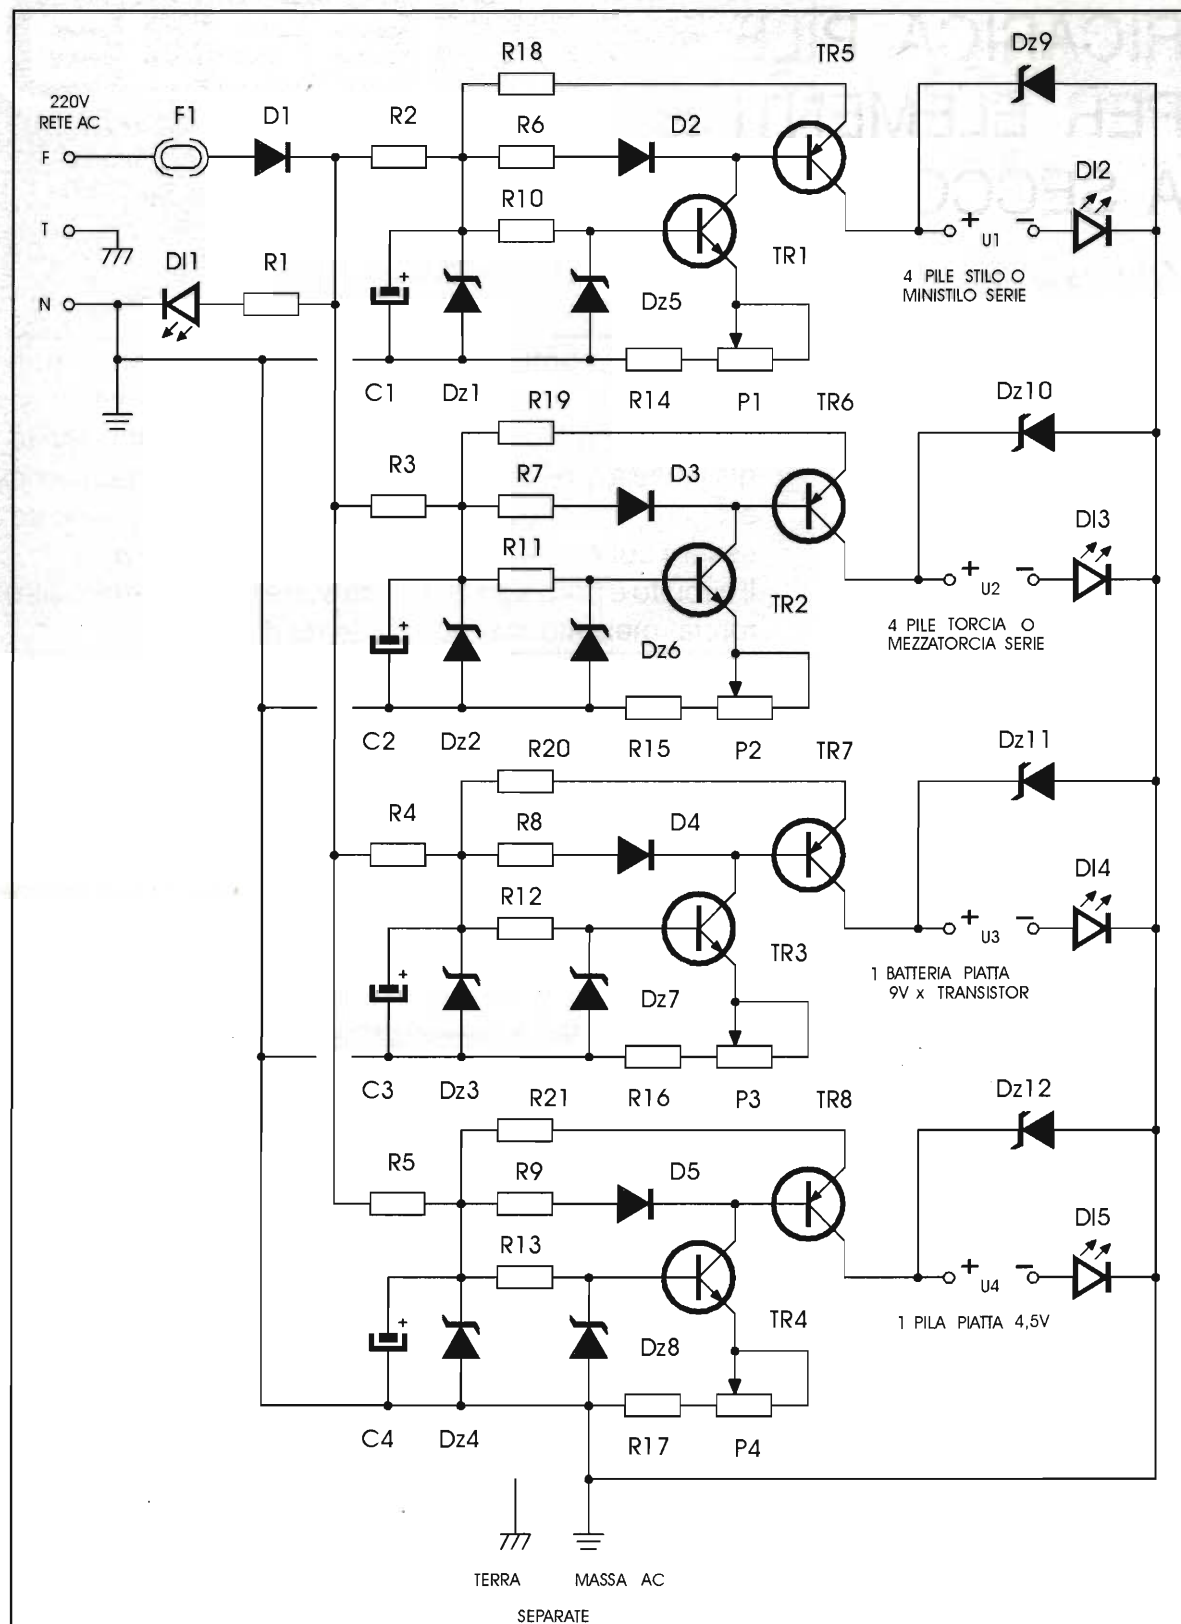

figura 3 - Schema elettrico del caricapile a 4 sezioni.
figura 3 - Vista interna del ricevitore con i blocchi di gamma asportati. Sul fondo sono ben visibili le lamine di sintonia con la scala graduata. Sul davanti si notano le due valvole e tra loro il trasformatore di accoppiamento BF (T).
Questi, fissato sulla parete di fondo è visibile nella foto di figura 3, è analogo a quello già visto sul ricevitore Crystal Junior (vedi E.F. n°1/95 pag. 32). Qui, ovviamente, ve ne sono due, uno per parte, manovrati da due aste indipendenti.